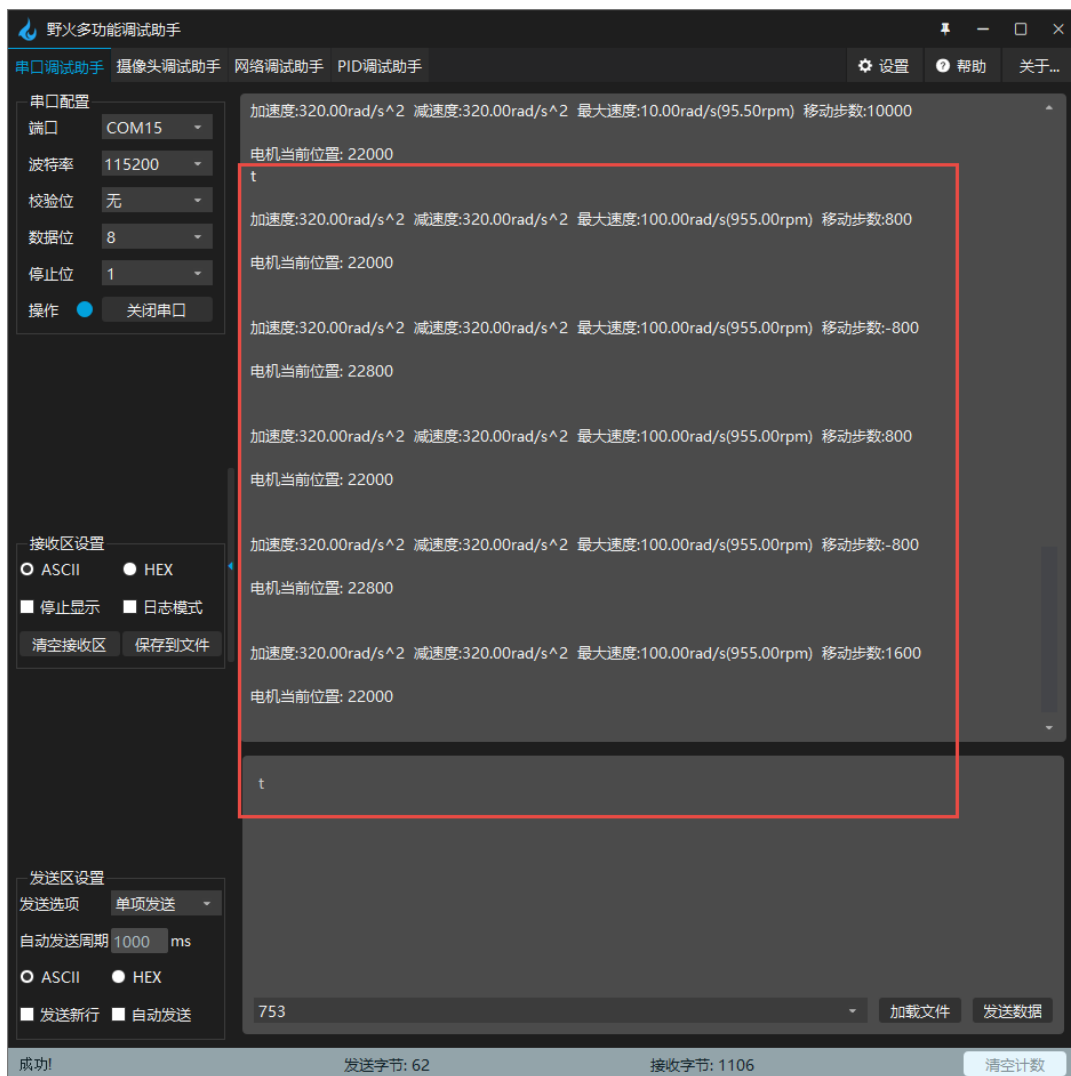

图 2-13 串口终端打印测试步进电机运动信息
- t: 以程序预置的方式运行，在串口中断输入栏下输入“t”+回车键然后按发送，开发板收到指令后，串口会打印对应的加减速速度，最大速度、移动步数及电机当前位置，见图2-13